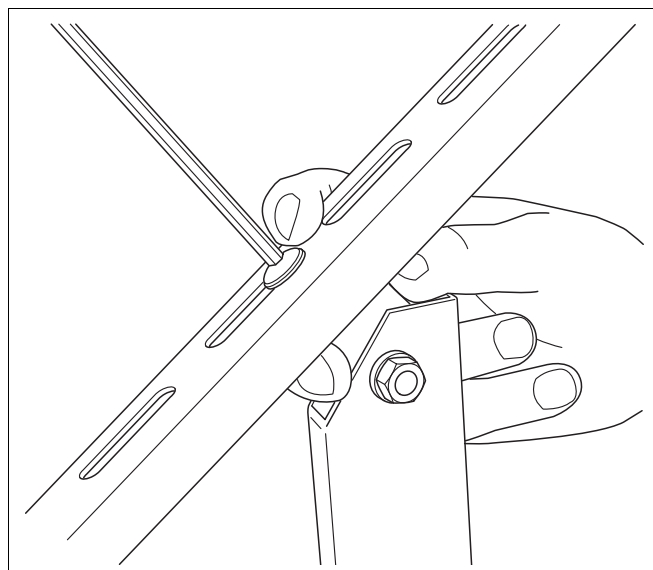

Fig. 14 Aparafusar o suporte com o apoio do colector
- ▶ Aparafuse o suporte (Fig. 14) ao batente superior do furo oval com o parafuso de cabeça lenticular.